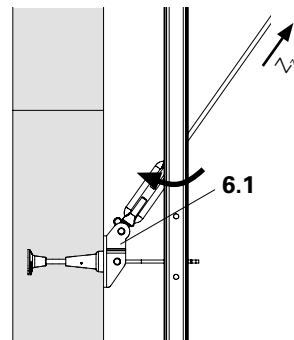

Fig. B1.39
6. Introducir el cáncamo Ø 25-M20L (7.5) en el soporte de arriostramiento mural (6.1) y fijar con el correspondiente bulón y grupilla de seguridad. (Fig. B1.39)
Con soporte de arriostramiento mural CB M24 (Fig. B1.39)